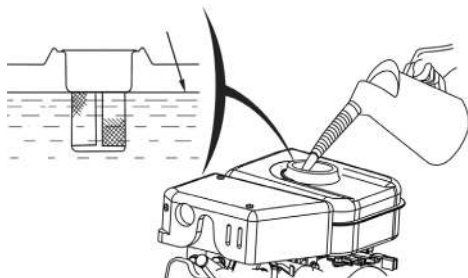

Рис. 6. Максимальный уровень топлива в топливном баке
Максимальный уровень топлива показан на Рис. 6.
3. Залейте бензин в топливный бак при помощи специальной емкости или воронки до уровня, показанного на Рис. 6.